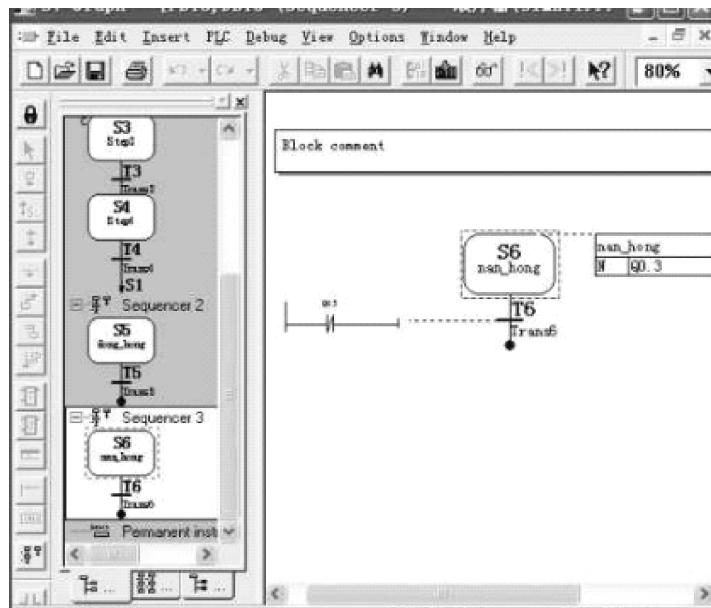

图 6-36 在 Sequencer 3 里编写程序
4) 单击浏览视图的 Sequencer 3, 打开步 6 (S6) 的编程界面, 编写图 6-36 所示的程序。